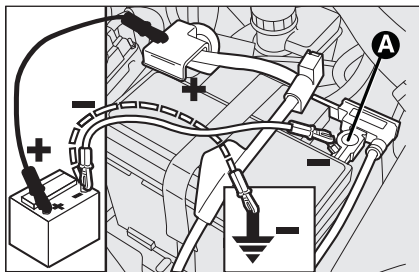

fig. 56
**AVVIAMENTO DI EMERGENZA fig. 56**
In caso di avviamento di emergenza con batteria ausiliaria, non collegare mai il cavo negativo (-) della batteria ausiliaria al polo negativo **A**-fig. 56 della batteria della vettura, bensì ad un punto di massa motore/cambio.